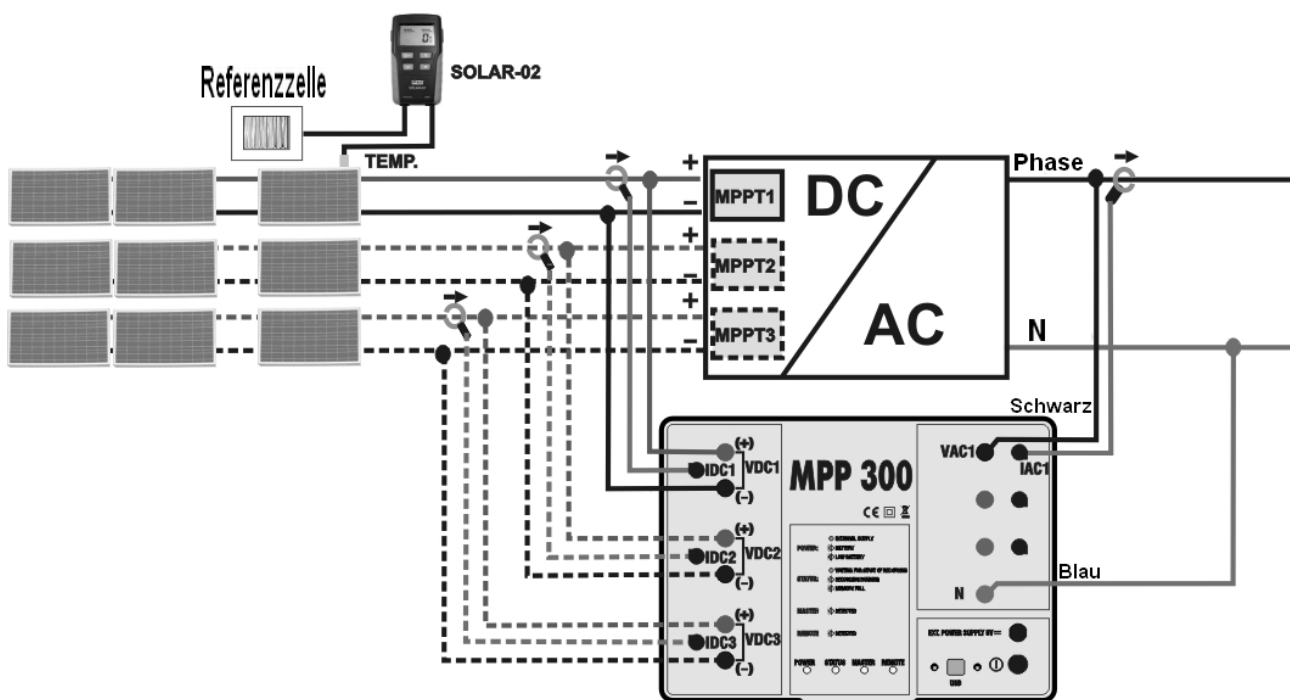
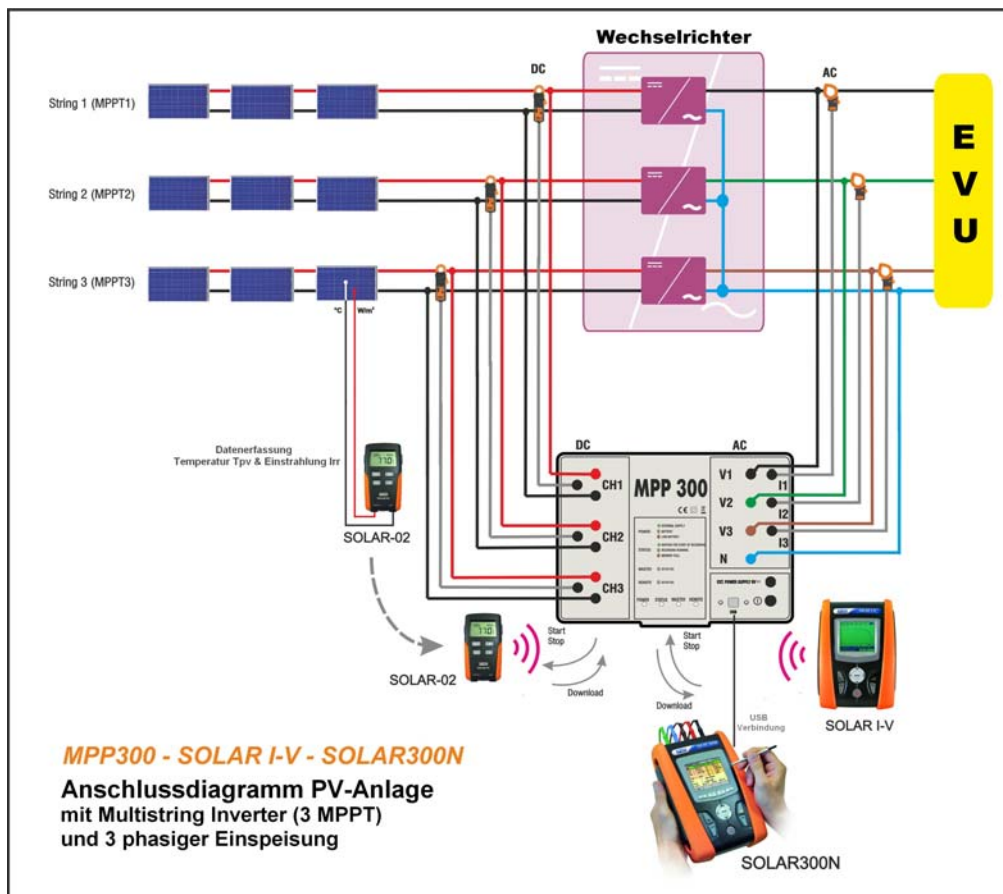

Abb. 4: Anschluss des MPP300 zum Testen eines 1-Phasen-PV Systems
Abb. 5: Anschluss des MPP300 zum Testen eines 3-Phasen-PV System
17. Verbinden Sie die **VAC1** und **N** Eingänge vom MPP300 mit der entsprechend Phase und dem Neutralleiter, unter Berücksichtigung der Polaritäten und der Farben, angezeigt wie in Fig. 4 oder Fig. 5 gezeigt. Im Fall von 3-Phasen-Systemen, in welchen kein Neutralleiter verfügbar ist, verbinden Sie den Eingang **N** mit Erde